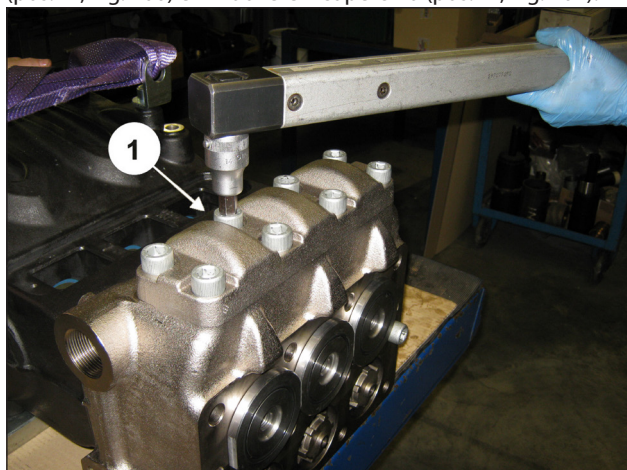
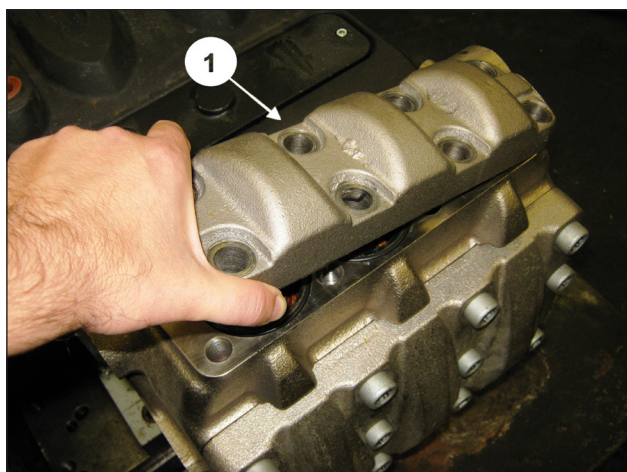

Fig. 100
Fig. 101
Svitare le 8 viti M16x45 del coperchio valvole mandata (pos. ①, Fig. 100) e rimuovere il coperchio (pos. ①, Fig. 101).